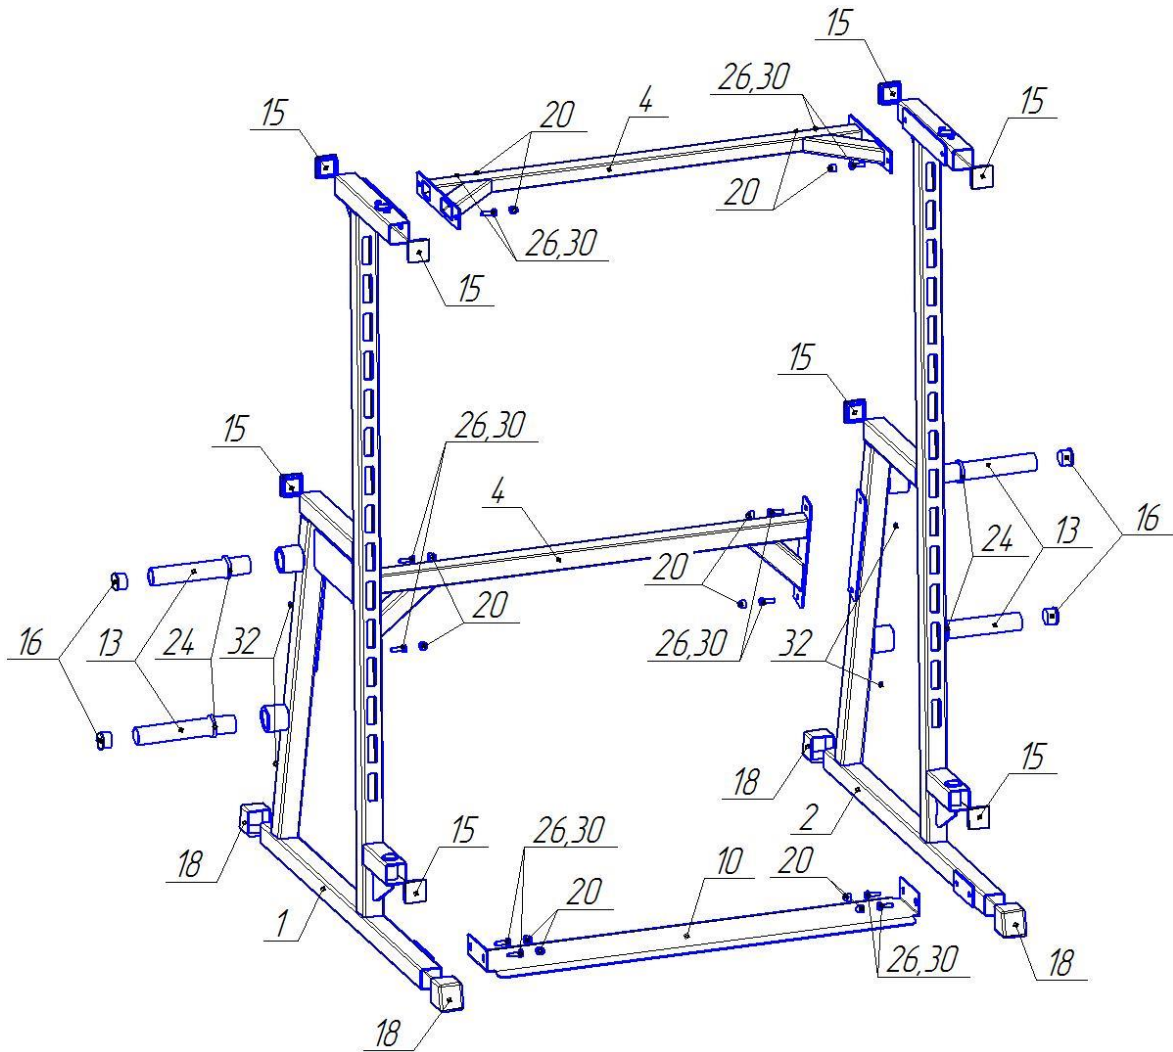

Рис. 4. Сборка рамы
- 5.1.6 Установить детали поз. 15 (Заглушка 60х60) (Всего 8шт) на незакрытые концы труб деталей поз.1 и 2 (см. рис.4). Установить детали поз. 24 (Кольцо 50мм) на детали поз.13. Установить детали поз.16 (Заглушка 48мм) (всего 4шт) на незакрытые концы накопителей (поз.13) (см. рис.4). При необходимости использовать инструмент З через деревянную проставку.